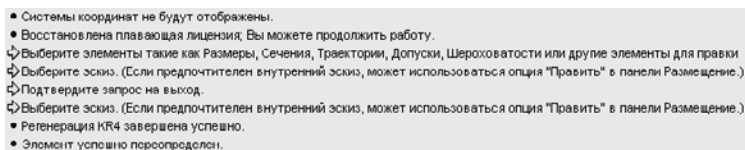

Рис. 10.4. Область сообщений
4. **Область сообщений**, служащая для вывода подсказок пользователю, обеспечения обратной связи и вывода сообщений системы (рис. 10.4). Эта область располагается непосредственно под горизонтальной панелью инструментов.